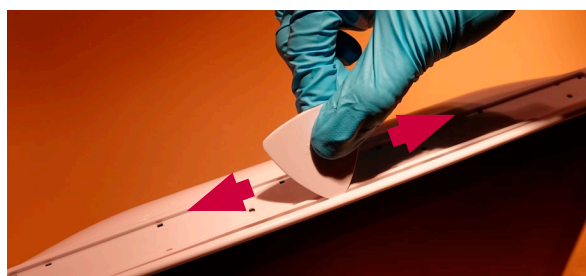

Bild 7 Lossa höljets baksida med plektrumverktyget
l) Ta bort höljets baksida (bild 7)